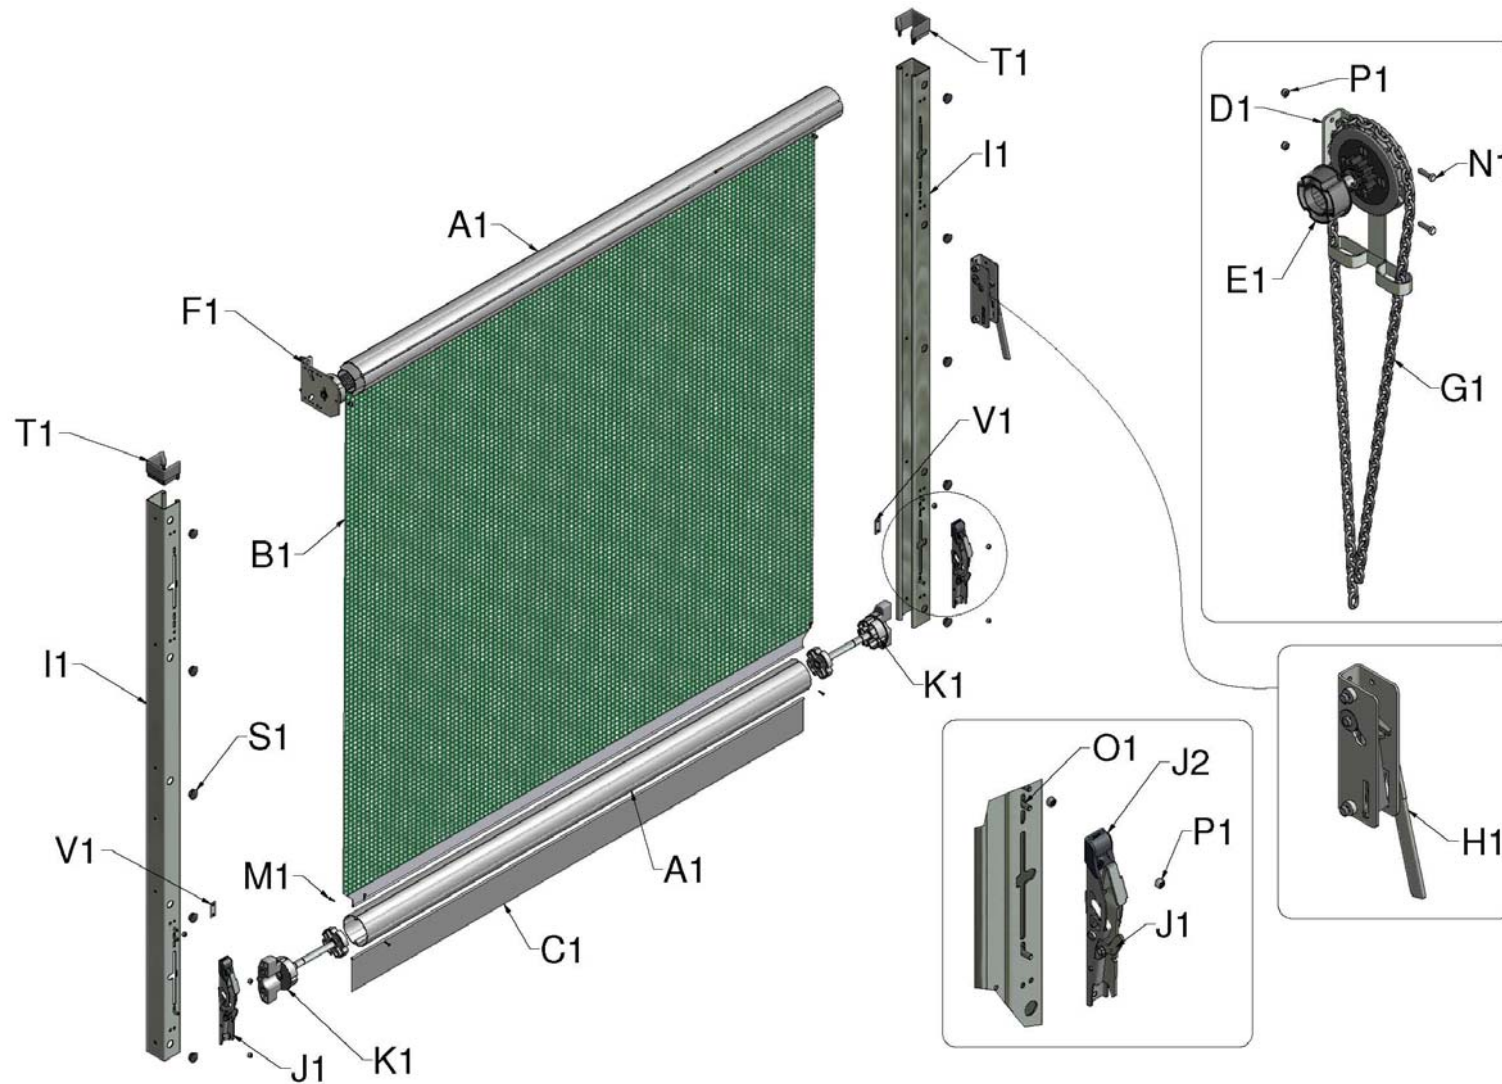

Abb. 1 – Systemüberblick und individuelle Bauteile
- Überprüfen Sie den Inhalt der Tür -Packung anhand der o.a. Teileliste, Abb. 1. Lassen Sie das Netzmaterial nicht in Kontakt mit scharfen Gegenständen oder Ecken kommen.